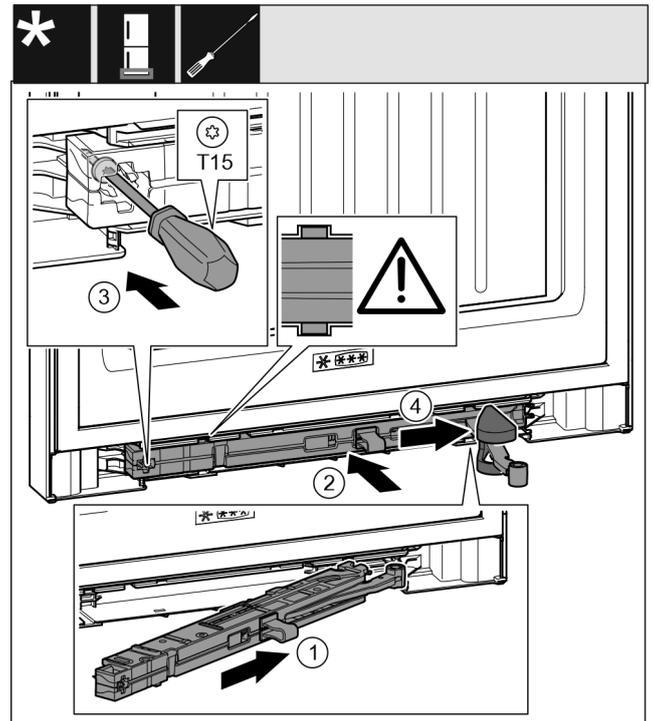

Fig. 38
- ▶ Schließdämpfereinheit auf der Lagerbockseite bis zum Anschlag schräg in die Aussparung einschieben. *Fig. 38 (1)*
- ▶ Schließdämpfereinheit vollständig in Aussparung schieben. *Fig. 38 (2)*
- ▶ Schraube mit einem Schraubendreher T15 festschrauben. *Fig. 38 (3)*
- ▶ Abdeckung über Gelenk schieben. *Fig. 38 (4)*